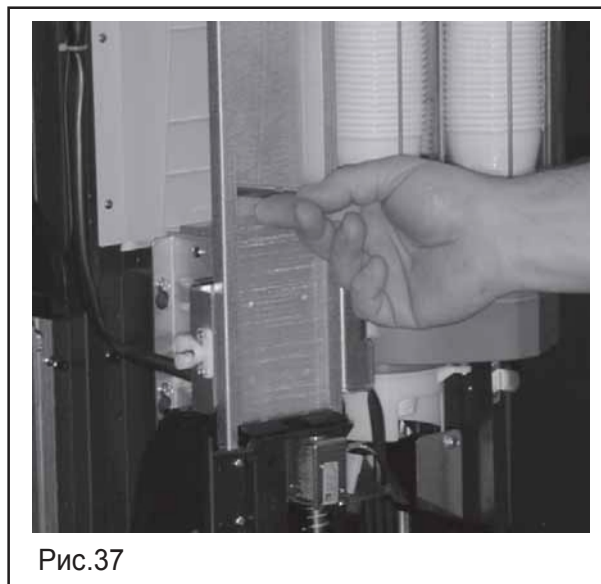

Рис.37
- По завершению заправки вставьте металлический противовес (Рис. 37).